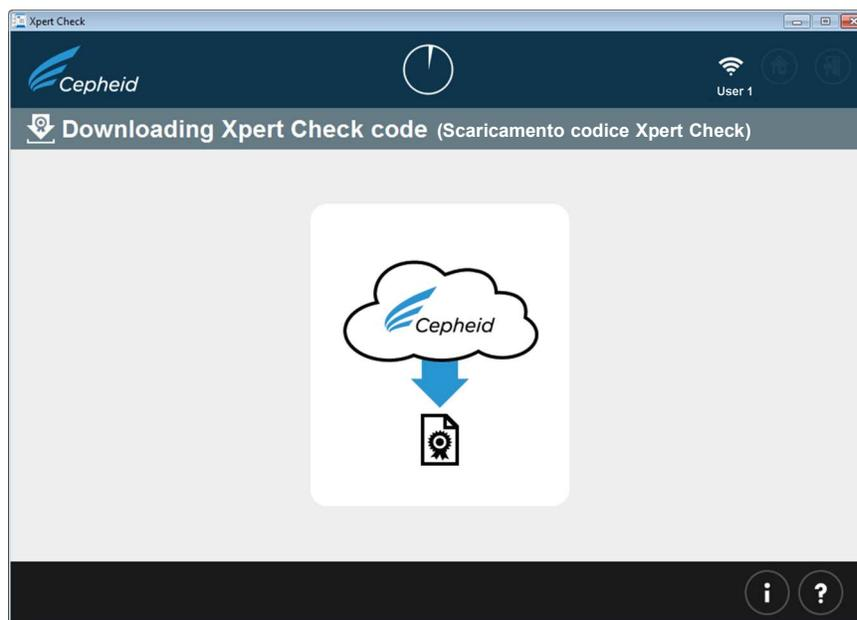

Figura 2-24. Schermata Scaricamento codice Xpert Check (Downloading Xpert Check code)
In presenza di connessione a Internet, il sistema procede normalmente (con il Passaggio 21) e dovrebbe iniziare lo scaricamento del codice Xpert Check, come mostrato nella Figura 2-24.
21. Una volta caricati i dati Xpert Check, su di essi verrà eseguita una verifica finalizzata all'assicurazione della qualità. Se la verifica risulta accettabile, il codice Xpert Check verrà scaricato automaticamente. Vedere la Figura 2-24.